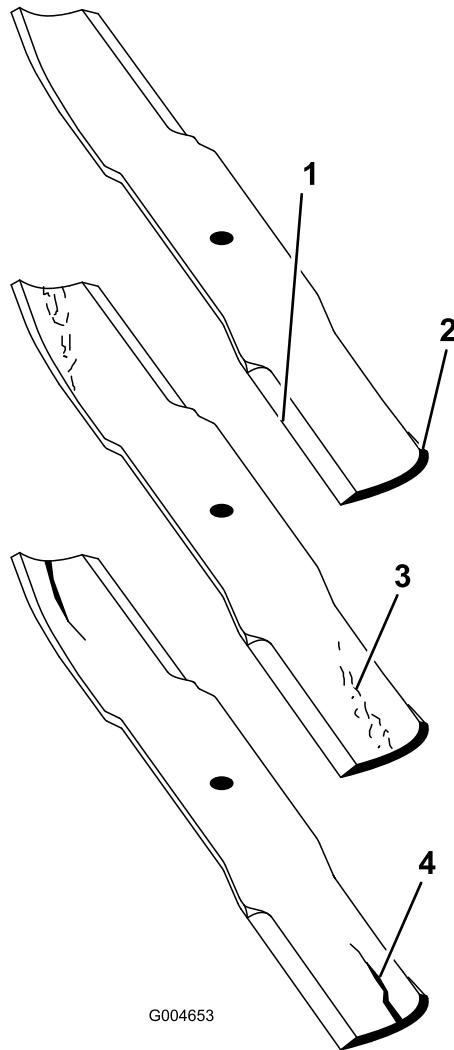

Bild 19
1. Untersuchen Sie die Schnittkanten (Bild 19). Entfernen und schärfen Sie die Messer, wenn die Schnittkanten nicht scharf sind oder Auskerbungen aufweisen. Siehe „Schärfen der Messer“.
2. Untersuchen Sie die Schnittmesser, insbesondere den flachen Bereich (Bild 19). Wenn Sie Schäden, Verschleiß oder Rillenbildung in diesem Bereich feststellen (Bild 19), sollten Sie sofort ein neues Schnittmesser einbauen.